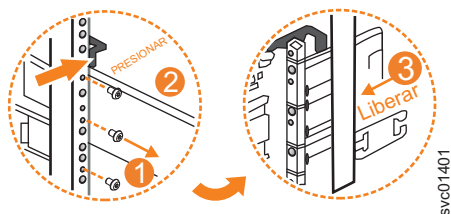

Figura 133. Extraer el conjunto de rieles de la pieza de sujeción de marco posterior
3. Quite los dos tornillos que fijan la sección de riel interna a la pieza de sujeción posterior, como se muestra en la Figura 133 en la página 149.
4. Tire del riel hacia adelante, separándolo de la pieza de sujeción posterior, como se muestra en la Figura 133.